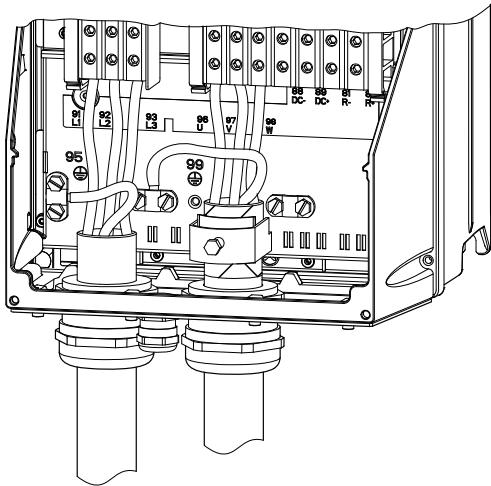

Abb. 18 Netz- und Motoranschluss, Gehäuse C1 und C2
1. Den Schutzleiter an die Klemme 95 (PE) anschließen. Siehe Abb. 18.
1. Den Schutzleiter an die Klemme 99 (PE) anschließen. Siehe Abb. 18.
2. Die Leiter des Motorkabels an die Klemmen 96 (U), 97 (V) und 98 (W) anschließen.